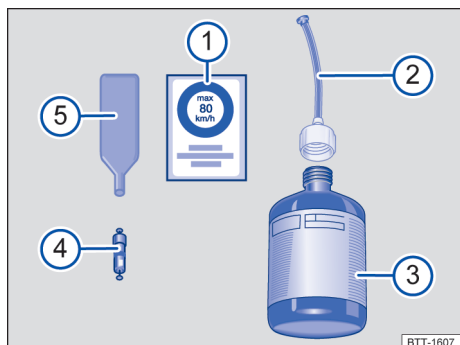

Fig. 211 Representação esquemática: componentes do kit de reparo dos pneus.
O kit de reparo dos pneus é composto pelos seguintes componentes → Fig. 211:
A **chave para remoção do elemento da válvula** → Fig. 211 5 possui uma fenda na extremidade inferior, na qual se ajusta o elemento da válvula. Somente assim é possível remover e reinstalar o elemento da válvula do pneu. Isto também é válido para o elemento da válvula de reposição 4.
11. Colar a etiqueta adesiva → Fig. 211 1 do kit de reparo dos pneus no painel de instrumentos, no campo de visão do condutor.
- Com a chave para remoção do elemento da válvula → Fig. 211 ⑤, desenroscar o elemento da válvula da válvula do pneu e colocá-lo sobre uma superfície limpa.
- Agitar a garrafa para enchimento dos pneus → Fig. 211 ③ algumas vezes com força.
- Rosquear a mangueira de enchimento → Fig. 211 ② com firmeza no sentido horário sobre a garrafa para enchimento dos pneus. A película na tampa é perfurada automaticamente.
- Remover o bujão da mangueira de enchimento → Fig. 211 ② e introduzir totalmente a extremidade aberta na válvula do pneu.
- Rosquear novamente o elemento da válvula com a chave para remoção do elemento da válvula → Fig. 211 ⑤ na válvula do pneu.